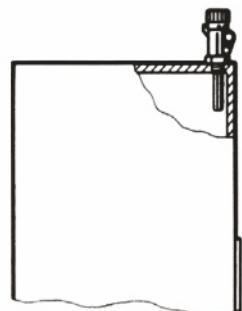

Рис. 5
- рис. 5. Вертикальная установка;
В случае вертикальной установки (рис. 5) используйте красные цифры.